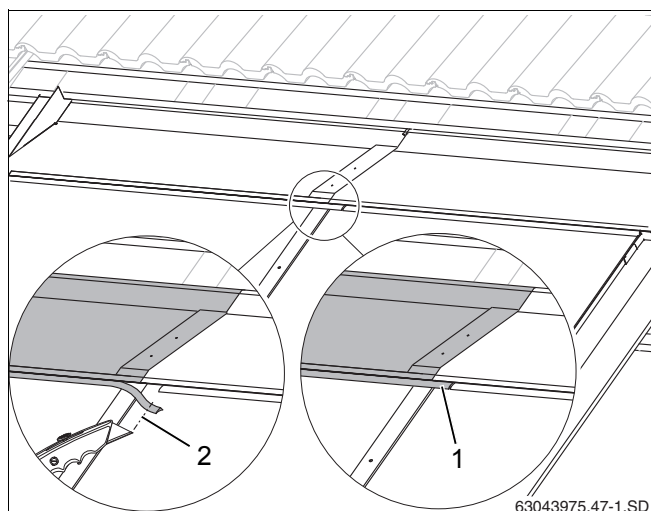

Рис. 57 Раскрой резинового язычка
- ▶ Укоротите резиновый язычок настолько (рис. 57, [2]), чтобы он уперся в язычок правого накладного листа.
- ▶ Вставьте резиновый язычок левого накладного листа в фальц правого накладного листа (рис. 57, [1]).